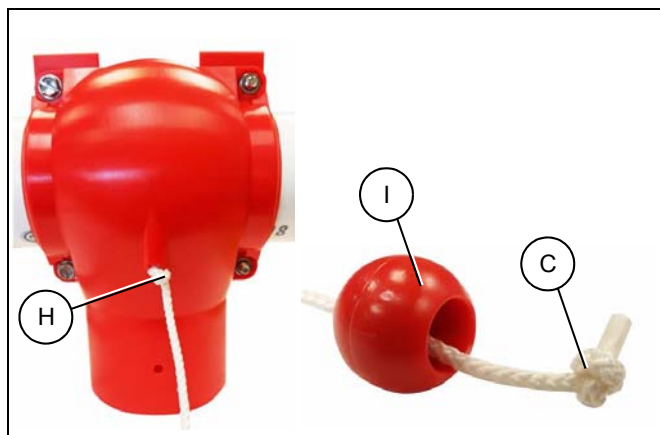

Рисунок 5S
10. Отметьте точку на шнуре с противоположной стороны в том месте, где он входит в направляющее отверстие, а затем завяжите узел (С). После этого установите красный индикаторный шарик (I) на этом конце шнура и завяжите узел (С). (см. рисунок 5S.)